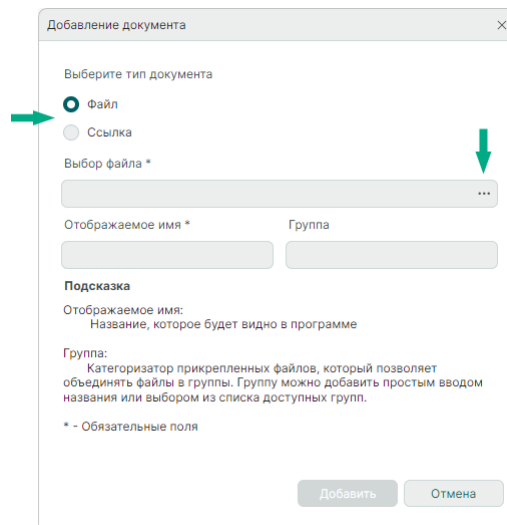

Рис. 38 Выбор типа документа
2. В окне «Добавление документа» с помощью переключателя выберите тип добавляемого документа, Рис. 38.